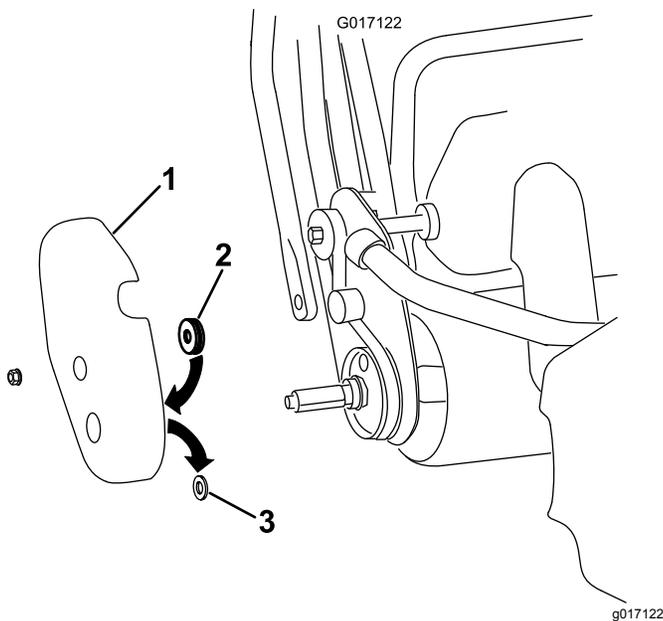

Figura 9
- A. Retire a cobertura do tambor do lado direito da máquina (Figura 9).
3. Olhal de borracha do furo do eixo da cobertura do tambor (Figura 9).
- B. Retire e deite fora o olhal de borracha do furo do eixo da cobertura do tambor (Figura 9).
- C. Coloque o vedante no lado interior da cobertura posicionando-o em redor do furo do eixo (Figura 9).